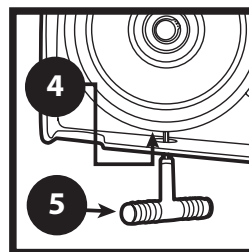

FIGURE 13
4. Desserrer l'écrou de retenue qui fixe la vis de réglage de la roue de tension supérieure. (Figure 13) À l'aide de la vis, ajuster la roue de tension supérieure de sorte qu'une ligne droite représentant précisément le plan passant par le centre radial de la roue de tension supérieure passe par le centre radial de la roue arrière. Cette ligne représente le centre du déplacement de la bande. Remarque : s'assurer que le support de roulement soit appuyé contre l'extrémité de la vis.